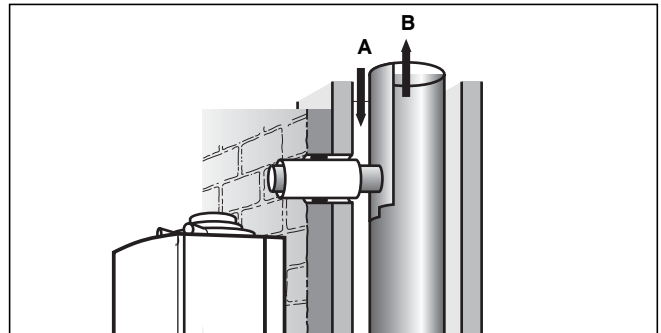

Рис. 6.12 Укорачивание длины трубы газопровода и установка трубы воздухопровода
- Создайте на LAS подсоединение согласно рис. 6.12 и в соответствии с размерами из главы 3. Эти размеры позволяют боковую установку прибора или установку непосредственно на наружной облицовке.